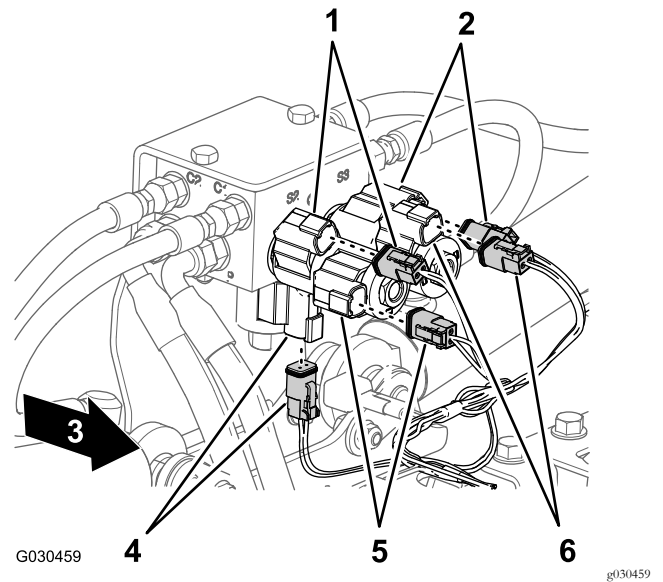

図 24
4. ウルトラソニックブームキットを搭載していない車両機体後部で、昇降シリンダマニホルド用の2ソケットコネクタ 図 24 を、以下のように外す